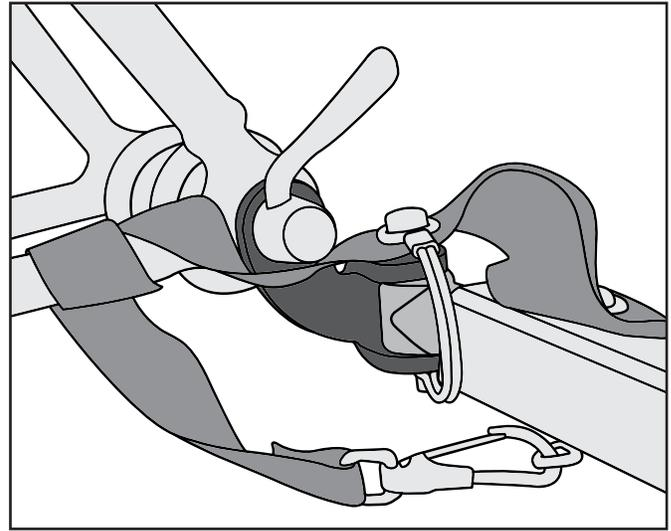

Figure 3
- 2. Hooking the tow bar to the hitch:** Insert flex connector in between the two holes on the hitch. Insert lock pin and close retainer. Wrap safety strap around the frame of the bike twice and latch to the D-ring on the tow bar (Figure 3).
- 2. Accrochage de la barre de remorquage à l'attelage :** Insérez le raccord souple entre les deux trous sur l'attelage. Insérez la goupille de sécurité et fermez le dispositif de retenue. Enroulez la sangle de sécurité autour du cadre du vélo deux fois et accrochez-la à l'anneau d'arrimage sur la barre de remorquage (Figure 3).
- 2. Ankoppeln der Zugstange an der Anhängerkupplung:** Stecken Sie das flexible Verbindungsstück zwischen die beiden Löcher der Anhängerkupplung. Stecken Sie den Sicherheitsstift hinein und schließen Sie die Arretierung. Wickeln Sie den Sicherheitsriemen zweimal um den Fahrradrahmen und befestigen Sie ihn an der Öse an der Zugstange (Abbildung 3).